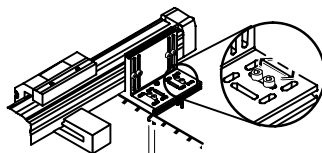

Fig. 7: $Q =$ Jeu pour la fixation transversale
- Pour la fixation transversale, serrer d'abord légèrement les vis de fixation (voir Fig. 7 : Q).